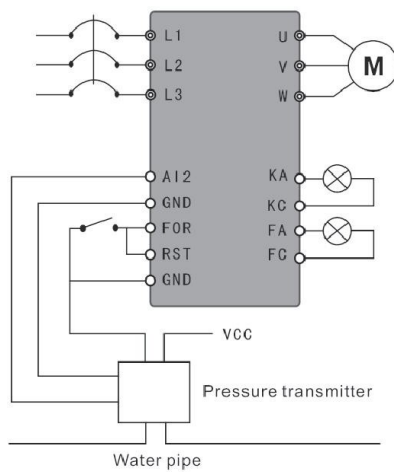

Figura F-5 Suministro de agua a presión constante – Transmisor de presión
(1) Utilizar un transmisor de presión con un rango de 0-10 kg y una señal de retroalimentación de 4-20 mA; suministro de agua a una presión de 5 kg según sea necesario, con alarma cuando se supere el límite superior de 6 kg o se quede por debajo del límite inferior de 4 kg, y parada del terminal externo de arranque. Tal y como se muestra en la figura F-5.